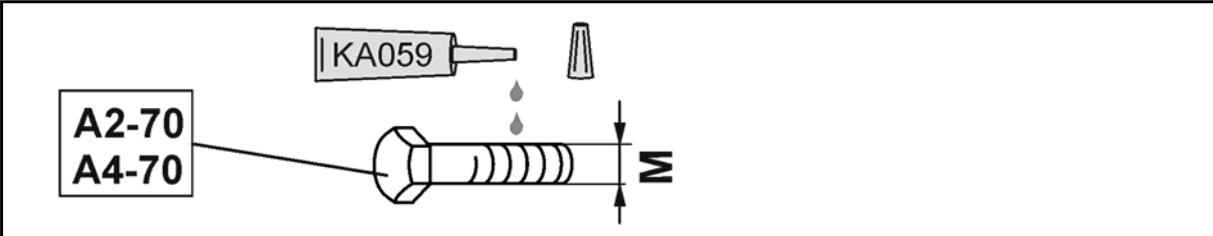

Fig. 346
Die Hydraulikanlage und der daran angeschlossene Druckbehälter (Fig. 346/1) stehen ständig unter hohem Druck (ca. 50 bar).
- das Lösen der Hydraulikschlauchleitungen oder das Abschrauben oder Öffnen des Druckbehälters (Fig. 346/1)